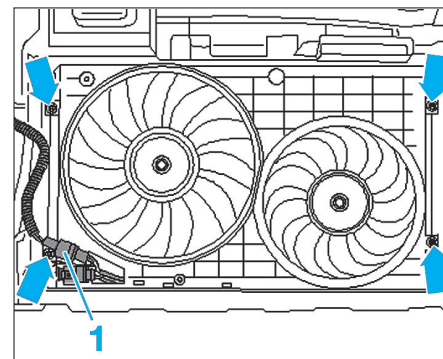
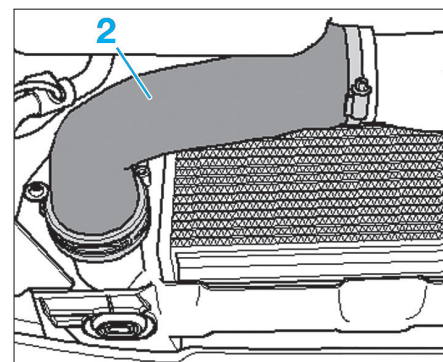

Fig. 65
Fig. 66
- Déposer les vis supérieures et inférieures du support des motoventilateurs (Fig.65).
- Débrancher le connecteur d'alimentation des motoventilateurs (1).
- Débrancher les conduits droit et gauche (2) du radiateur d'air de suralimentation. (Fig.66).